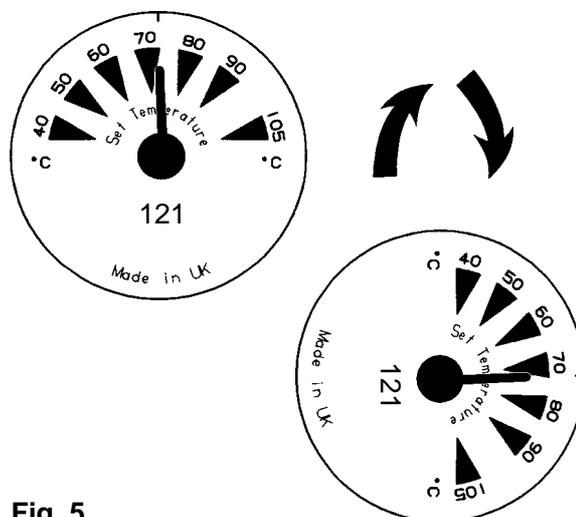

Fig. 5
2. Rotación de la escala de temperatura (Ver Fig. 5)